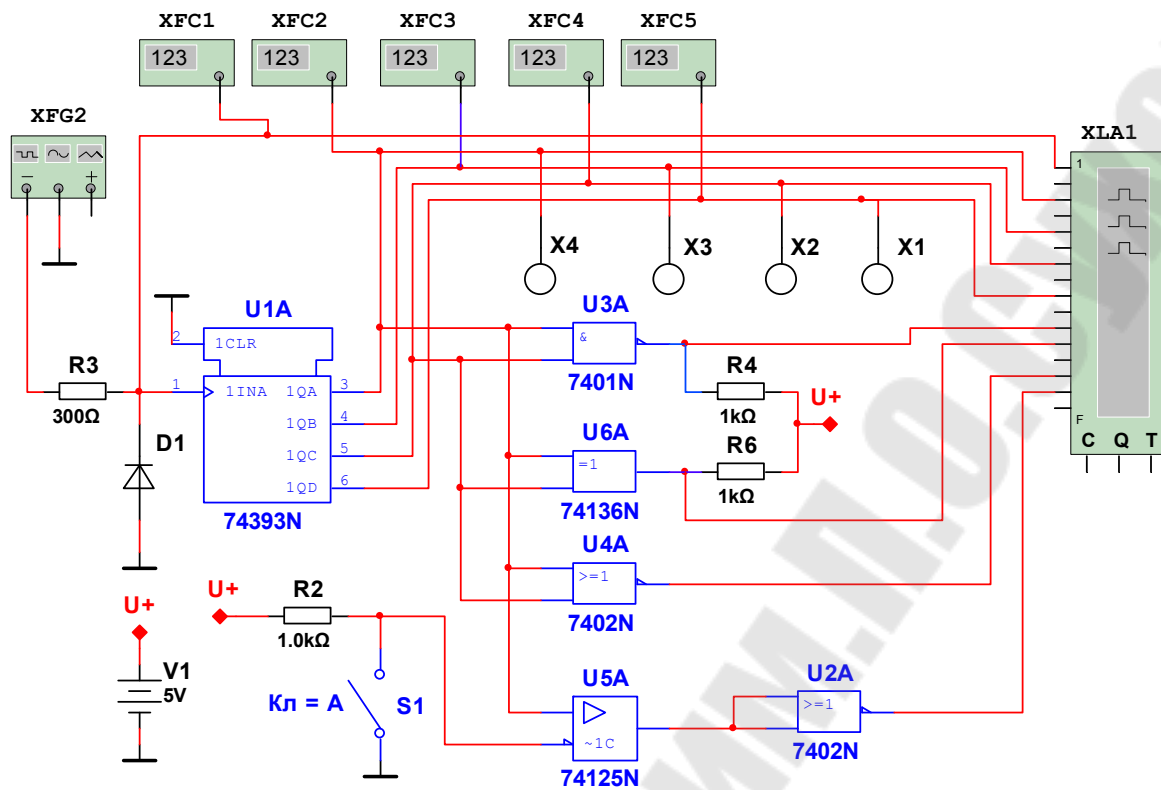

Рис. 6.1. Схема для исследования БЛЭ
1. Собрать схему, показанную на рис. 6.1. На рис. 6.1 обозначено: V1 – источник постоянного напряжения; U1A – двоичный счетчик; U3A – логический элемент «И-НЕ» с открытым коллектором; U6A – логический элемент «Исключающее ИЛИ» с открытым коллектором; U2A и U4A – логические элементы «ИЛИ-НЕ»; U5A – буферный элемент с третьим состоянием; R4, R5 – нагрузочные сопротивления для БЛЭ с открытым коллектором; R2 – «подтягивающее» (pull-up) сопротивление; R3 – токоограничивающий резистор; D1 – диод; S1 – ключ; XFG2 – функциональный генератор; XLA1 – логический анализатор; XFC1...XFC5 – частотомеры; X1...X4 – световые индикаторы.
3. Исследовать работу БЛЭ. Привести осциллограммы напряжений в точках подключения логического анализатора, указанных на рис. 6.1. Исследовать влияние ключа S1 на работу элемента U5A. Сделайте выводы, объяснив полученные осциллограммы.